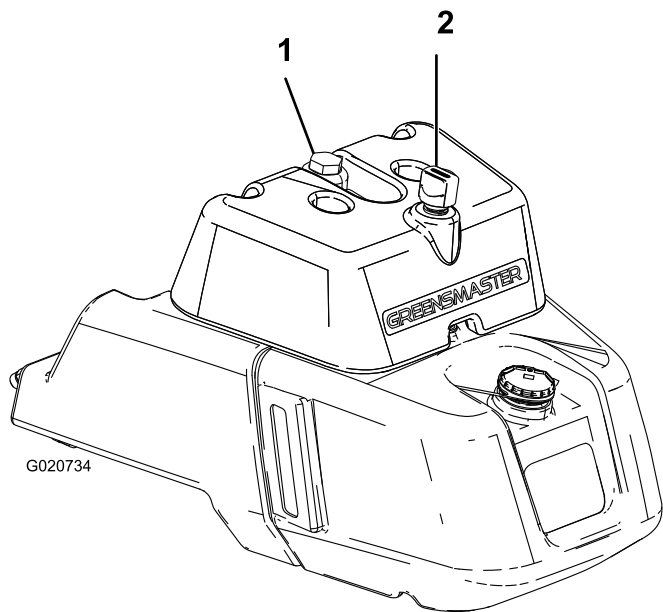

Figure 24
2. Retirez le bouchon du réservoir (Figure 24).